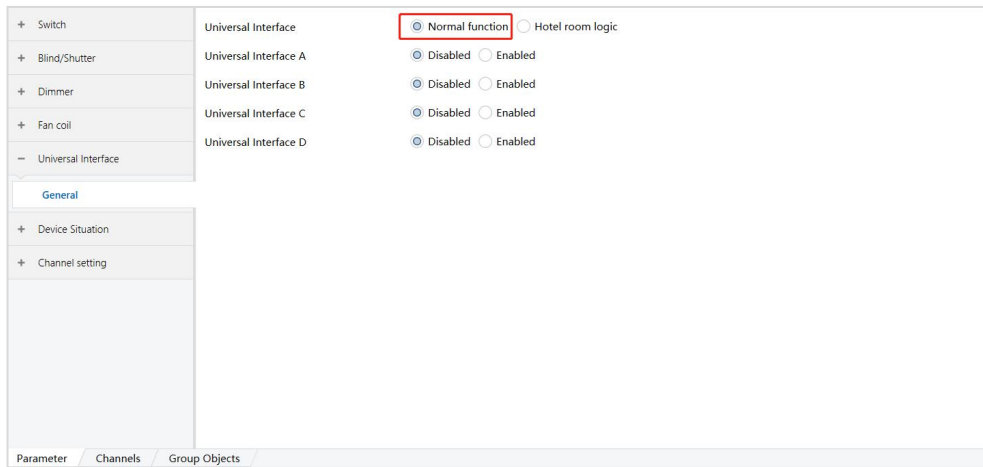

图 6.5.2
1) 当参数 “Universal Interface” 选择 “Normal function” 时，有以下参数配置，如图 6.5.2 所示。